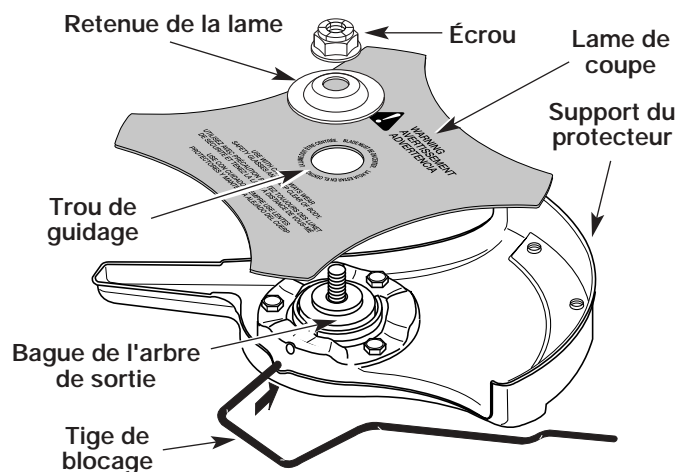

Fig. 11
4. Placez la lame de coupe sur la bague de l'arbre de sortie (Fig. 11).